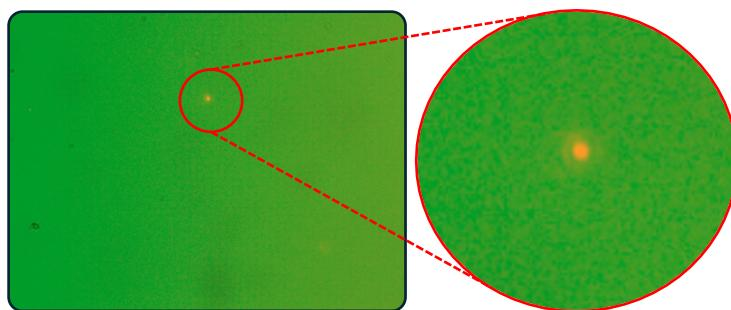

Figure 10 - Focus du laser dans l'échantillon
- Enfin, en montant encore un peu (**attention**, à la troisième mise au point, le réglage devient sensible), la tache rouge apparaîtra une troisième fois, parfois, de faible intensité (voir Figure 10). Cela indique que le laser est désormais focalisé à **l'intérieur** de l'échantillon. Des petites billes devraient apparaître à ce niveau.